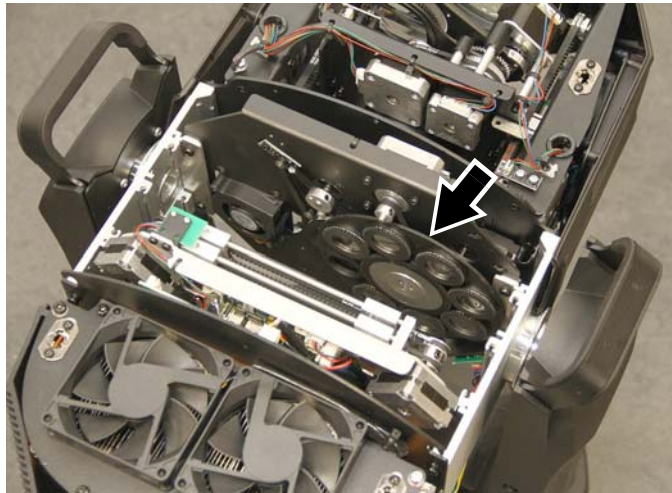

Bild 17: Goborad 3
2. Entfernen Sie das Goborad 1, wie im vorigen Abschnitt beschrieben. Siehe Bild 17. Sie haben nun Zugriff auf die Gobos des Goborads 3 (Pfeil), ohne das Goborad aus dem Gerät entfernen zu müssen.